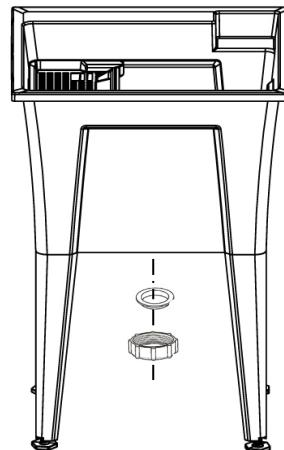

FIG. 4
4. Installez la robinetterie et le drain sur la cuve (**Fig. 4**). Notez que la cuve peut également être installée dans un comptoir (sans patte).
4. *Install the faucet and the drain on the laundry tub (**Fig. 4**). Note that the laundry tub may also be installed in a counter top (without leg).*